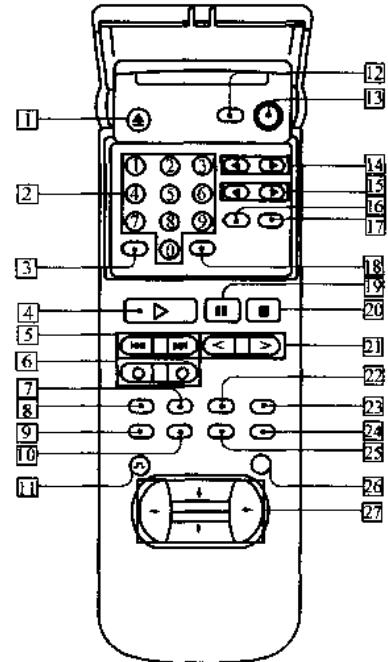

图 1-3 遥控器上的各个控制部位
遥控器上的各个控制部位则如图 1-3 所示。
在图 1-3 中，遥控器上的各个控制部位的名称分别如下所述：①——光碟托盘弹出/关闭按钮；②——数字钮；③——清除按钮；④——播放按钮；⑤——往后跳越/向前跳越按钮；⑥——扫描按钮；⑦——角度改变按钮；⑧——音频改变按钮；⑨——显示按钮；⑩——主标题按钮；⑪——返回按钮；⑫——TV（电视机）